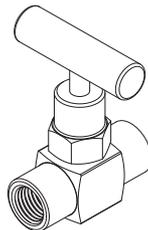

Fig.1
- Gire un poco el maneral de la válvula en sentido contrario a las manecillas del reloj para permitir el paso del líquido. Fig.1
2. Gire el maneral en el sentido de las manecillas del reloj hasta el tope. Fig.1